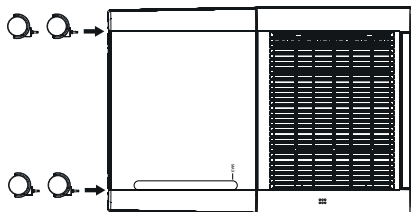

Fig. 1
- ◆ Inserire le rotelle  nei quattro fori presenti sul lato inferiore dell'apparecchio premendole finché non s'innestano completamente (vedere fig. 1).